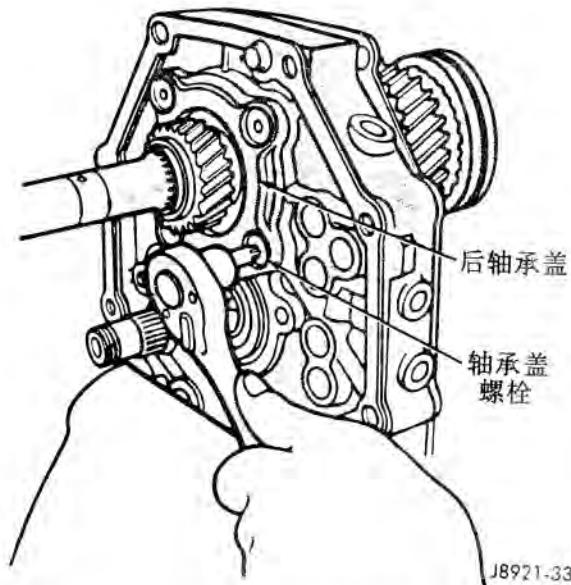

图 33 拆卸后轴承盖
- (7) 用合适尺寸的内六角扳子拆下后轴承盖螺栓并卸下轴承盖（图 33）。